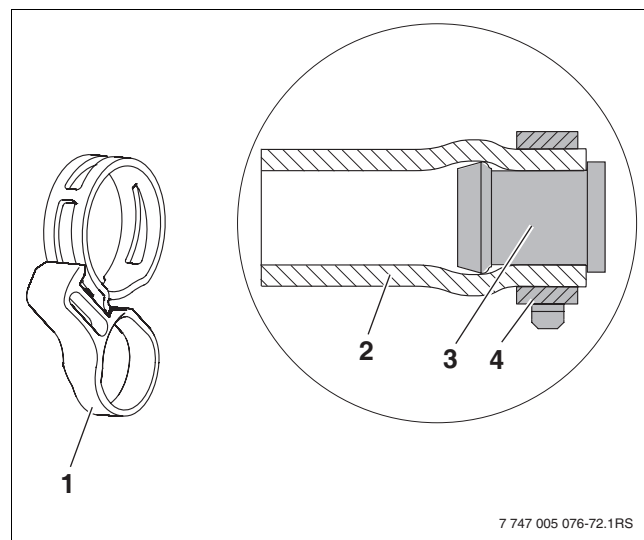

Fig. 56 Bride du compensateur avec anneau de sécurité et bouchon borgne prémonteré
- La position correcte de la bride du compensateur (fig. 56, [4]) doit être impérativement garantie avant de retirer l'anneau de sécurité (fig. 56, [1]). Le détacher ultérieurement avec des pinces risque d'entraver la capacité de serrage.
- Insérer le bouchon borgne (→ fig. 56, [3]) sur le flexible solaire de 55 mm [2] jusqu'à la butée.
- Mettre la bride du compensateur (→ fig. 56, [4]) en position et serrer l'anneau de sécurité [1] pour fixer le bouchon.